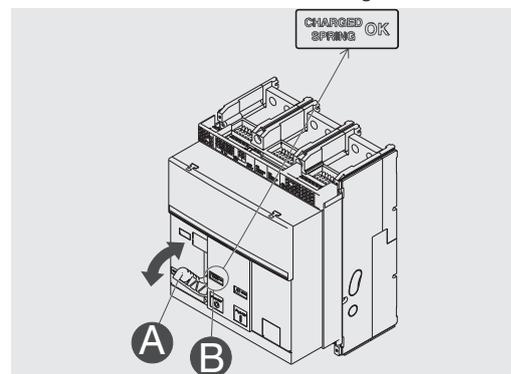

Figura 19
2. Carga de los resortes - Tirar de la palanca [A] hacia abajo varias veces hasta que el indicador de resortes cargados [B] se ponga amarillo - "CHARGED SPRING" como se indica en Figura 19.